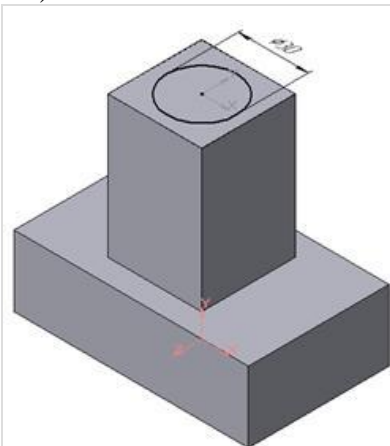
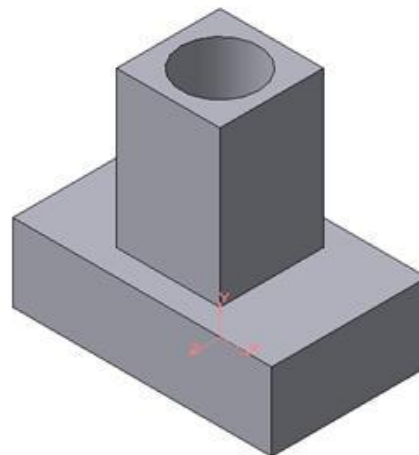

Рисунок 14 - Эскиз отверстия
Рисунок 15 - Операция вырезания отверстия
3. Для создания цилиндрического отверстия на верхней грани призмы вычертим эскиз отверстия – окружность радиусом 15 мм (рис.14) и вырежем отверстие выдавливанием на глубину 40 мм (рис.15).